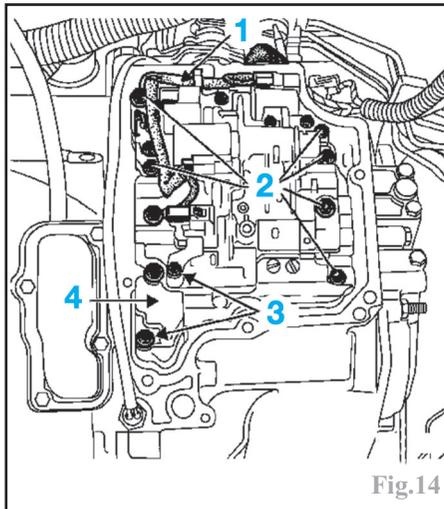

Fig.14
Débrancher le faisceau électrique interne (1) (Fig.14).